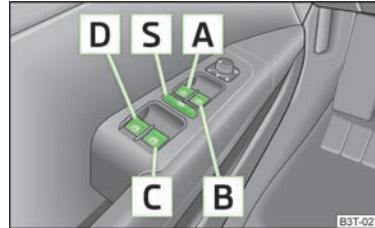

Fig. 25
- Se si trasportano bambini nei sedili posteriori, si raccomanda di mettere fuori servizio gli alzacristalli elettrici delle porte posteriori (interruttore di sicurezza) **S** » fig. 25.
Premendo nuovamente l'interruttore di sicurezza **[S]** è possibile riattivare i tasti degli alzacristalli delle porte posteriori.» **fig. 25** Premendo nuovamente l'interruttore di sicurezza **[S]** è possibile riattivare i tasti degli alzacristalli delle porte posteriori.